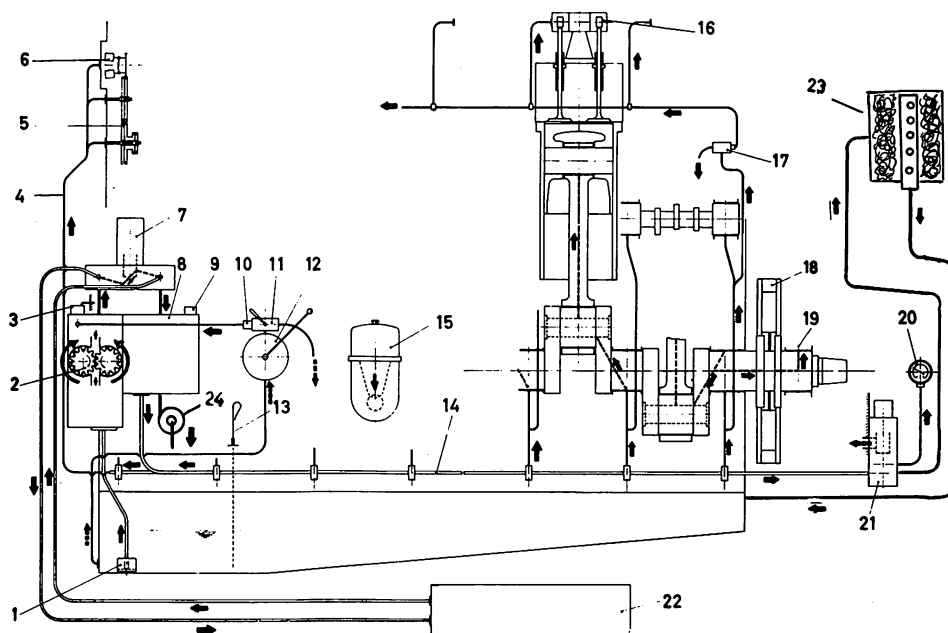

Fig 5.1 Smøreoliesystem
5.1. Smøreolie kredsløb (se fig 5.1)
5.2. Håndpumpe for smøreolie – se fig 5.1
5.3. Pejlestok – se fig 5.1
Pumpen trykker olien over smøreoliekøleren til smøreoliefiltret og herfra videre til smørestederne – se fig 5.1.